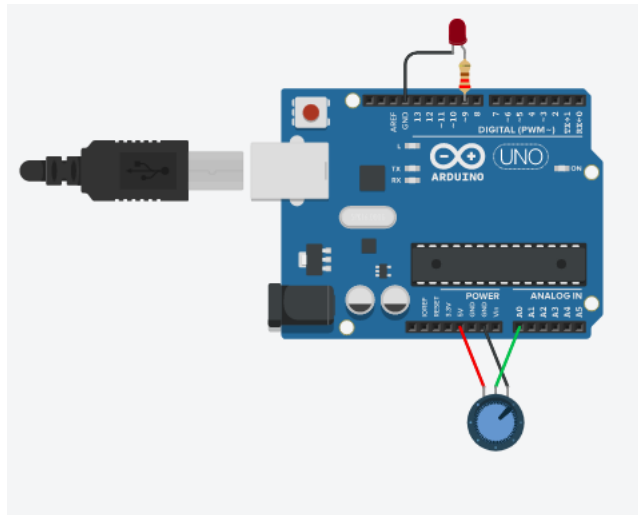

Figura 4: Montagem do circuito com potenciômetro, LED e o Arduino.
1. Monte o circuito mostrado na Figura 4, utilizando uma *protoboard*.